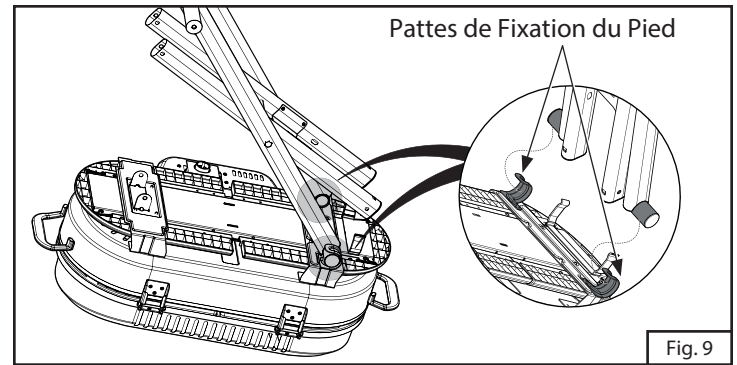

Fig. 9
6. Dépliez les pieds et placez les extrémités du pied à roulettes dans les pattes de fixation du pied (Fig. 9).